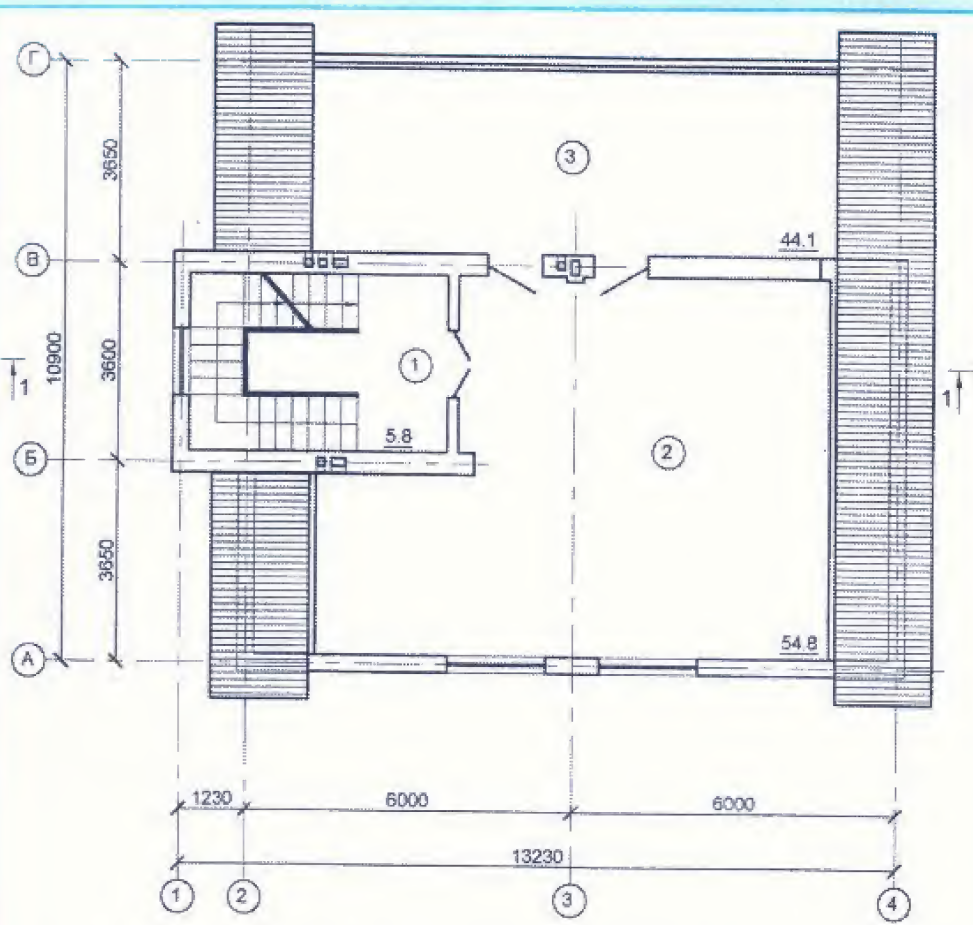

Рис. 6. План мансардного поверху (м²): 1 — хол (5,8); 2 — кімната для відпочинку, більярдна (54,8); 3 — балкон-тераса (44,1).
**5. Монтаж каркаса даху (рис. 6).** П'яту першої крокви помістіть у місце з'єднання горизонтальних балок основи даху, прибийте на місці цвяхами довжиною 75 мм і закріпіть кутовими кронштейнами довжиною 50 мм. Другу крокву разом з прибитою
деревини так і з металу. Покрівля будинку досить похила і це дає можливість запроєктувати просторий мансардний поверх (рис.6) з холлом, кімнатою для відпочинку (більярдною) та балконом-терасою.